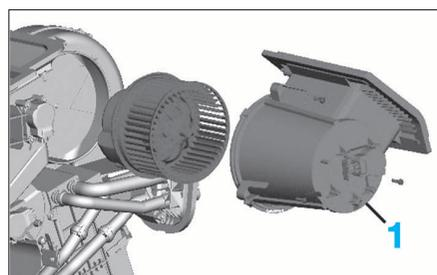

FIG. 8
- Débrancher le connecteur sur le boîtier de répartition d'air (1) (Fig.8).